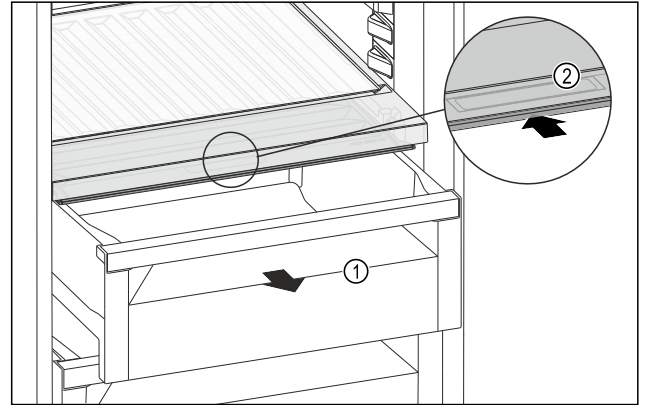

Fig. 263
- Vedä säilytyslokero Fig. 263 (1) ulos.
- Tartu lokeron kannessa olevaan tartuntakohtaan Fig. 263 (2) ja vedä lokeron kantta samanaikaisesti taaksepäin.